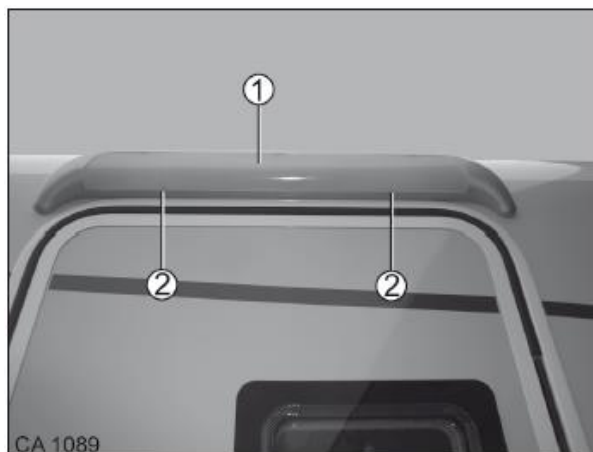

Fig. 163 Éclairage de l'auvent
1. desserrer les clips (Fig. 163/2) et enlever le recouvrement (Fig. 163/1).